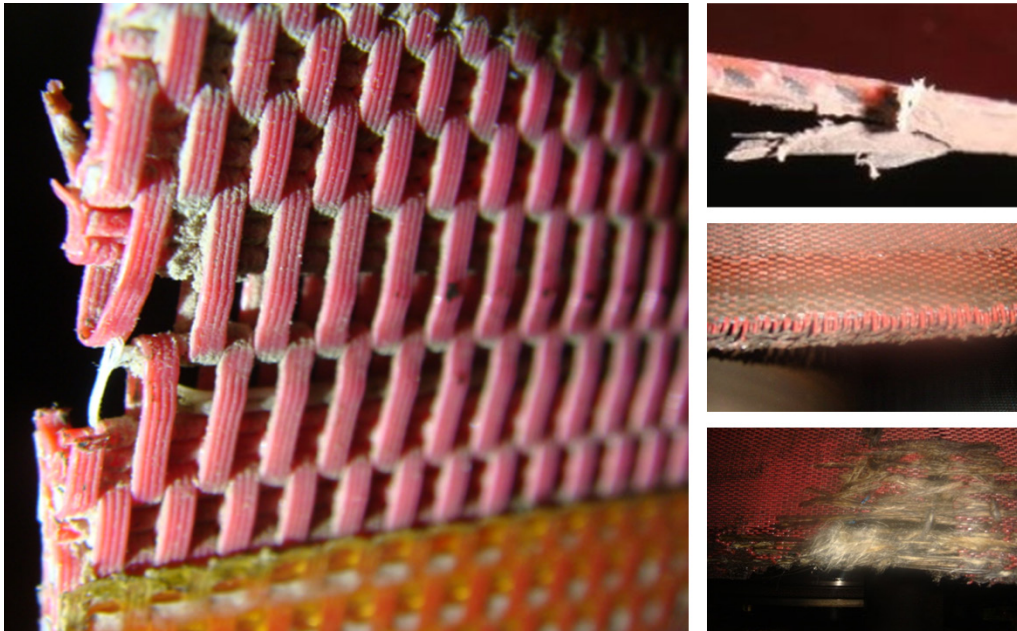

Abb. 2-5 Abgeriebene Trockensiebränder
- Abgeriebene Ränder des Trockensiebes (Abb. 2-5)